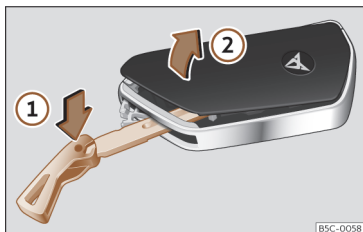

Fig. 66 Llave del vehículo: abrir la tapa del compartimento de la pila.
- Introduzca el espadín en la ranura >>> **fig. 66**, presiónelo en el sentido de la flecha ① y despresione la tapa haciendo palanca ②.